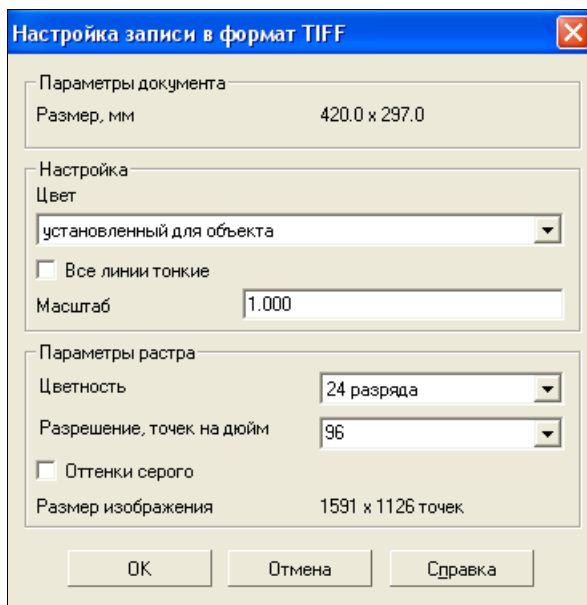

Рис. 25.16. Диалоговое окно **Настройка записи в формат TIFF**
- ◆ нажмите кнопку **Сохранить**. На экране появляется диалоговое окно **Настройка записи в формат TIFF** (рис. 25.16). Элементы этого окна рассмотрены в табл. 25.2;